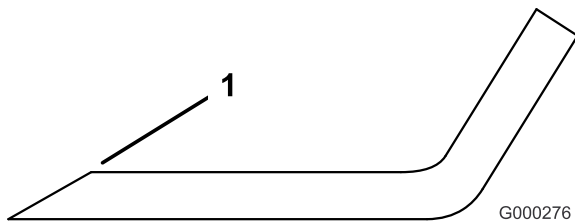

Figure 93
- Examinez les tranchants de toutes les lames et aiguisés-les s'ils sont émoussés ou ébréchés. N'aiguisés que le haut du tranchant et conservez l'angle de coupe d'origine pour obtenir une coupe nette (Figure 93). Limez la même quantité de métal sur chacun des deux tranchants pour ne pas déséquilibrer la lame.